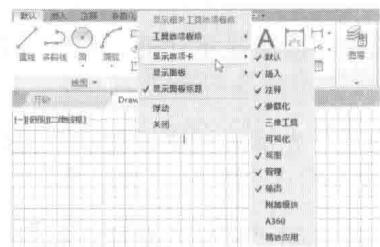
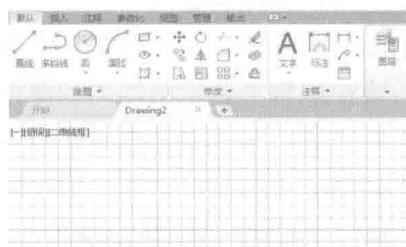

图 1-13 取消要隐藏的选项卡选项
图 1-14 隐藏取消的功能区
(2) 在功能区标签栏中右击，在弹出的快捷菜单中选择“显示选项卡”命令。在子菜单中取消选择“附加模块”、“A360”和“精选应用”等不常用的命令选项，如图 1-13 所示，则可以隐藏对应的功能区，效果如图 1-14 所示。